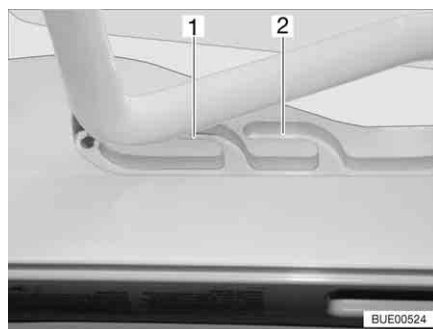
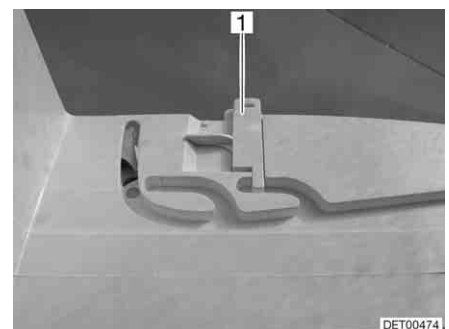

Bild 68 Heki-takluckan i ventilationsläge
Bild 69 Lås ventilationsläge
**Ventilationsläge** Heki-takluckan kan ställas i två ventilationslägen: Läget för dåligt väder (Bild 68,1) och mittläget (Bild 68,2). Beroende på modell kan takluckan låsas i mittläget med de båda spärrarna (Bild 69,1) till höger och vänster om ramen till takluckan.
- Tryck bygeln lätt uppåt och skjut in den i det valda spåret (Bild 68,1 eller 2) och lås eventuellt.